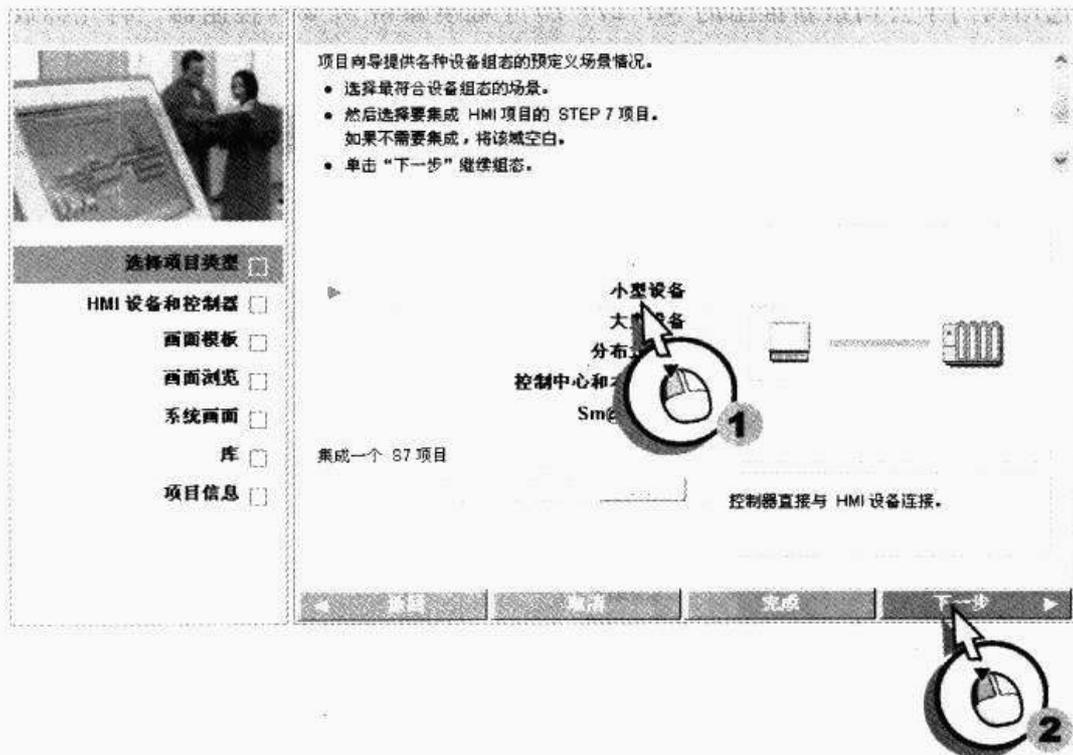
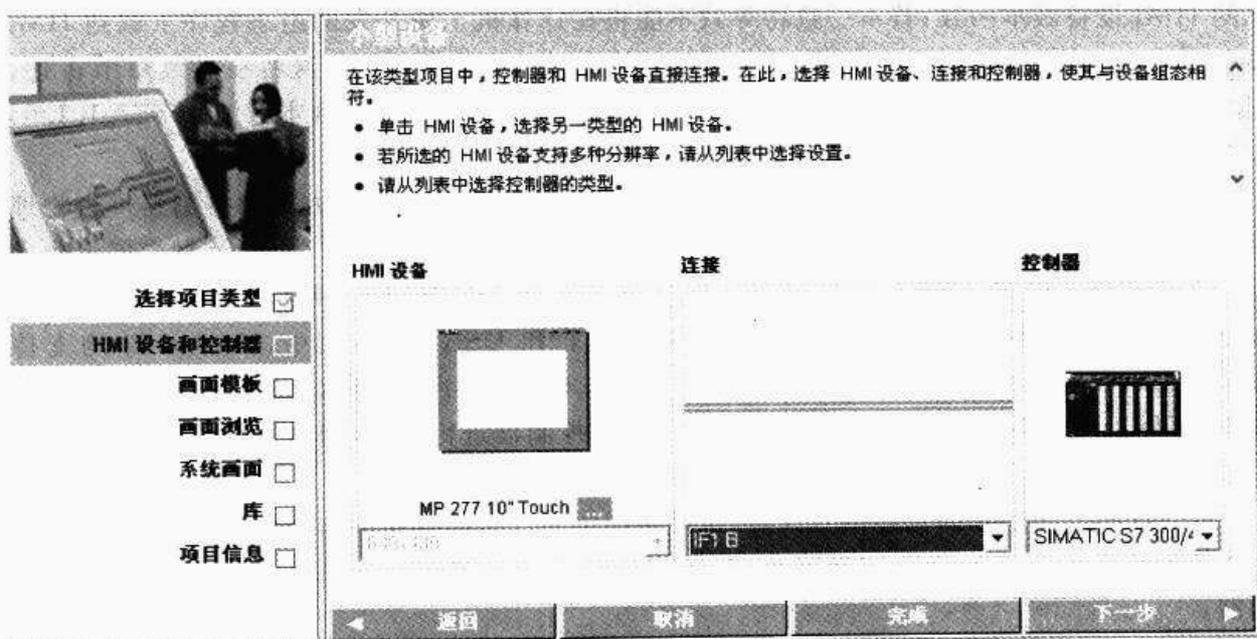

图 3-2 一个简单的项目
图 3-3 HMI 设备和控制器设置
本小节利用项目向导,创建一个简单的项目,以使读者对创建项目有一个总体上的印象(如图 3-2 所示)。
① 创建一个简单的项目,如图 3-2 所示,该项目中的 HMI 站点只和一个 PLC 控制站进行通讯。这种系统在项目中称为“小型设备”。选择好项目类型后,单击“下一步”按钮(在整个项目向导创建项目期间,都可以单击“完成”按钮中断项目来完成创建项目)进入“HMI 设备和控制器”设置(如图 3-3 所示)。
③ 图 3-3 中间的“连接”选项区域可以选择 HMI 设备通过什么方式和控制器进行物理连接,具体连接方式根据所选择的触摸屏设备不同而不同。以 MP 277 为例,该触摸屏上集成有 485 口和以太网口。所以,这里可以选择“IF1B”和“ETHERNET”两种方式。西门子触摸屏上的接口大致有 IF1A、IF1B、IF2、ETHERNET 和 USB 四种,其中,IF1A、IF2 均支持 RS232 9 针 D 型插头(针头),两者的针脚定义稍有不同。IF1B 支持 RS422、RS485 9 针 D 型插座,可用于传输 MPI、PROFIBUS-DP 协议来和控制器进行通讯(通过开关进行定义)。所有插头针脚定义可参阅西门子相关资料,在此不再详述。
④ 在图 3-3 中选择完连接方式后,选择触摸屏和什么样的控制器进行连接。在此,系统列出该款设备所支持的所有控制器类型,西门子公司触摸屏支持市场上大多数的流行控制器。